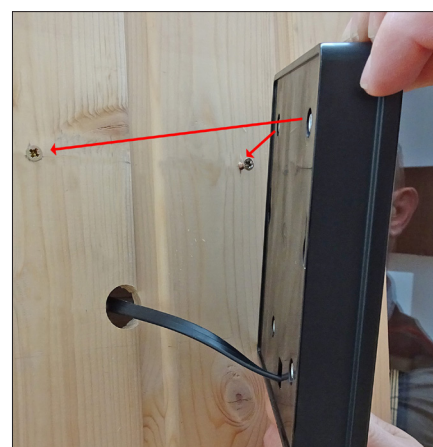

Fig. 3
- V. Pour finir, accrochez l'unité de commande aux vis précédemment fixées (Fig. 3).